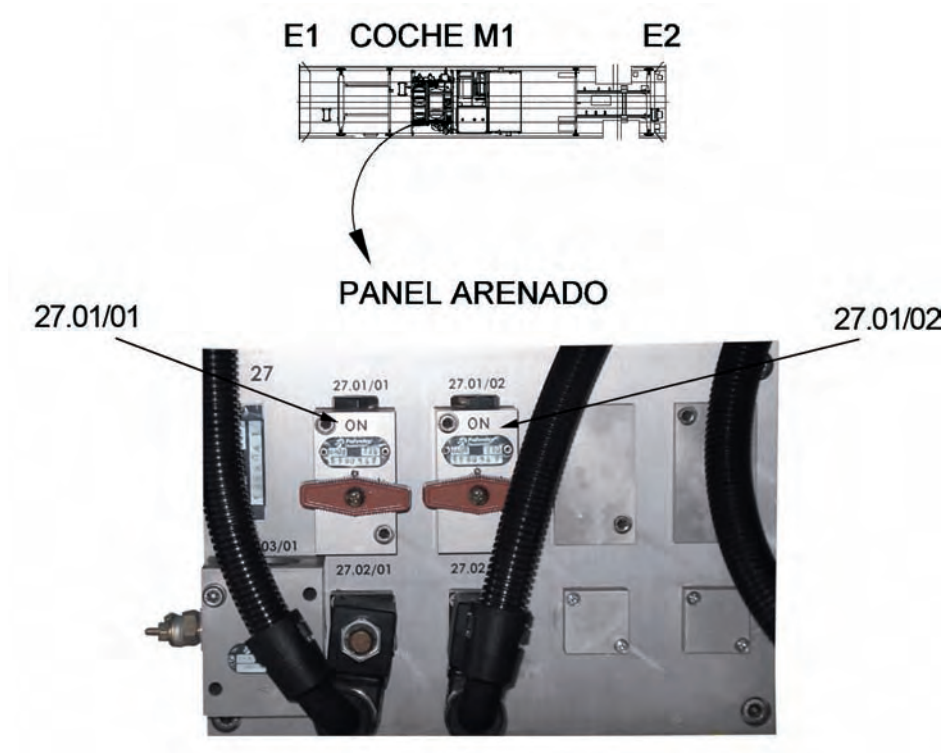

Figura 2-24. Panel de arenado coches M1 y M2
2.6.1.3 Panel de arenado coches M1 y M2 (figura 2-24)